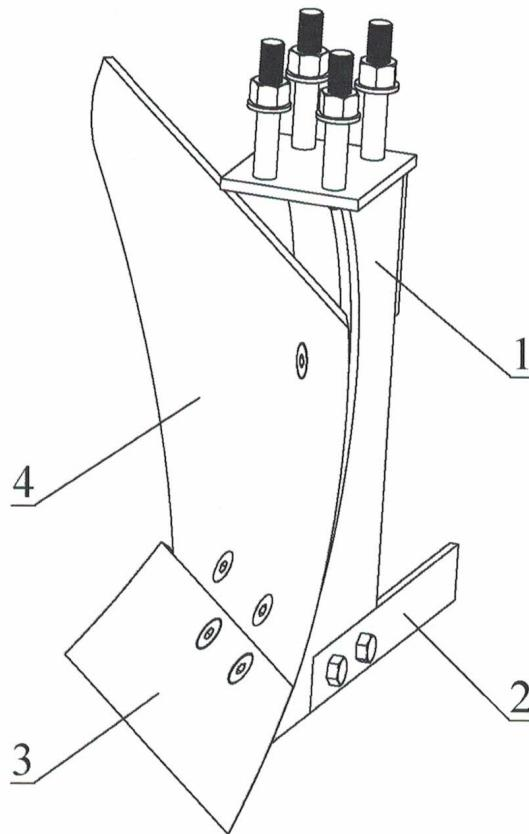

Рис. 2. Элементы корпуса плуга (на примере плуга PL-130 hyd)
Корпус – это основной рабочий орган плуга. В его состав (рис. 2) входят: стойка (1), на которой закреплены лемех (3), отвал (4) и полевая доска (2). Рабочими частями корпуса плуга являются лемех и отвал, а служебными – полевая доска и стойка. Лемех, подрезая пласт, изменяет форму и затупляется, что может привести к нарушению технологического процесса вспашки. Кроме того, по мере затупления лемеха, возрастает тяговое сопротивление плуга и увеличивается расход топлива.